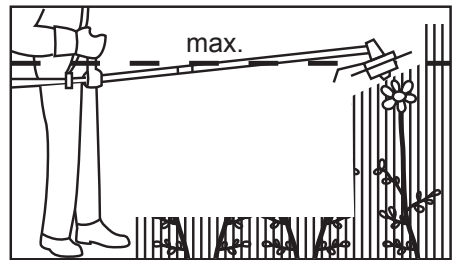

Fig. 21
4. Ne tenez jamais la tête de coupe plus haut que vos hanches (Fig. 21). Plus vous tenez la tête de coupe haut, plus vous augmentez le risque de projection d'objets.